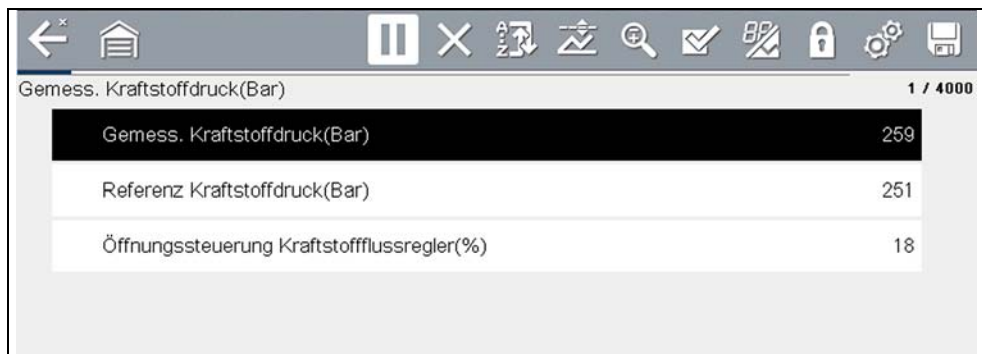

Abbildung 4-19
- Die benutzerdefinierte Liste wird angezeigt (Abbildung 4-19).